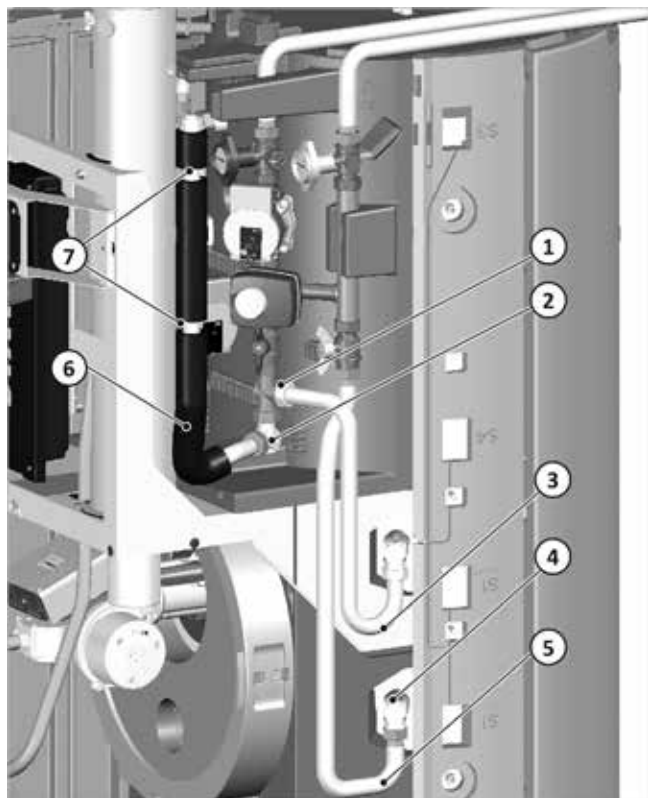

Fig. 10: Attacco HKS modificato
2. Con HKS integrato: La mandata riscaldamento della valvola di commutazione a 3 vie (vedi "HVL" nella → fig. 4, pag. 9), a monte del tubo di collegamento (vedi (6) e anche nella → fig. 10, pag. 12). A tal fine, ritagliare il coperchio EPP (1) sulle impronte.